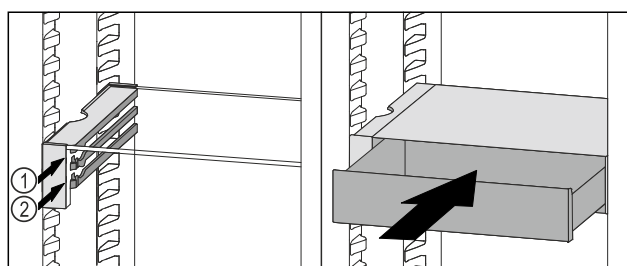

Fig. 158
- Posizionare il cassetto VarioSafe dietro i tappi sulla nervatura desiderata Fig. 158 (1) o Fig. 158 (2).